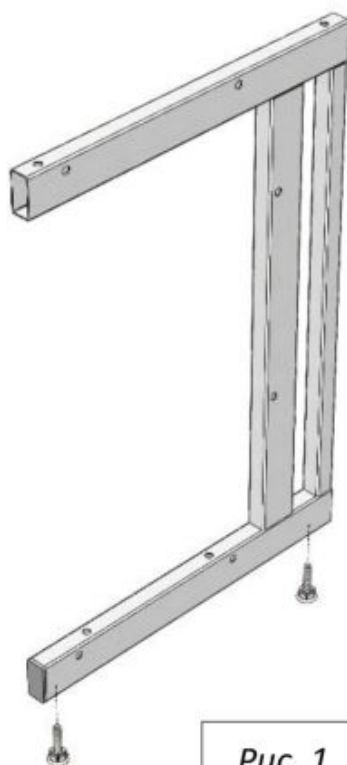

Рис. 1
1. Установить в боковины каркаса регулируемые опоры (Рис. 1)